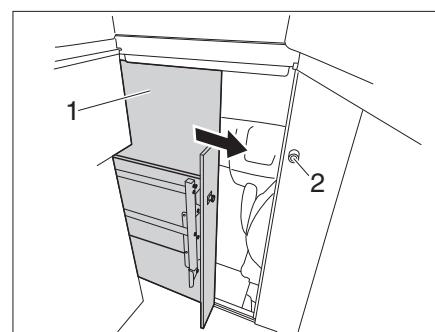

Fig. 61 Serratura cabina di guida
- ▷ Viaggiare solo con porta (Fig. 61,1) bloccata.
- Chiudere la porta (Fig. 61,1) facendola innestare nella serratura.
- Ruotare la maniglia (Fig. 61,2) in senso antiorario fino a bloccare la porta.
- Ruotare la maniglia (Fig. 61,2) in senso orario fino a sbloccare la porta.
- Aprire la porta (Fig. 61,1) e bloccarla.